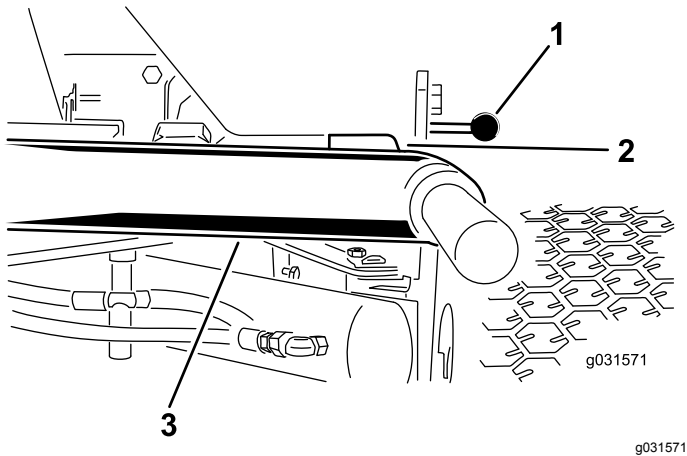

Figura 11
1. Avviate il motore, sollevate gli apparati di taglio e assicuratevi che la distanza tra ciascun braccio di sollevamento e la staffa della piastra di appoggio sia pari a 5–8 mm, come illustrato nella Figura 11.